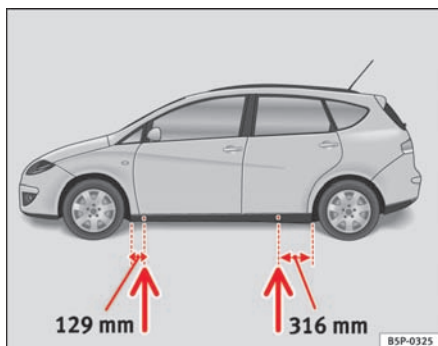

Fig. 180 Løftepunkter til donkraften
- Find det løftepunkt på panelet, der er tættest på det hjul, der skal skiftes ⇒ side 253, fig. 180.
Panelet er trykket lidt ind forrest og bagest, der hvor donkraften må sættes på ⇒ side 253, fig. 180. For hvert hjul er der et sted til donkraften. Donkraften må ikke sættes på andre steder.